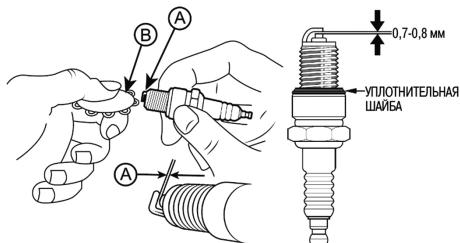

Рис. 19 Проверка зазора между электродами
4. Измерьте зазор А между электродами свечи зажигания специальным щупом В. Зазор А должен быть $0,7\text{--}0,8$ мм (Рис. 19). При увеличении или уменьшении требуемого зазора, рекомендуется заменить свечу, так как регулировка зазора может привести к изменению качества искрообразования.